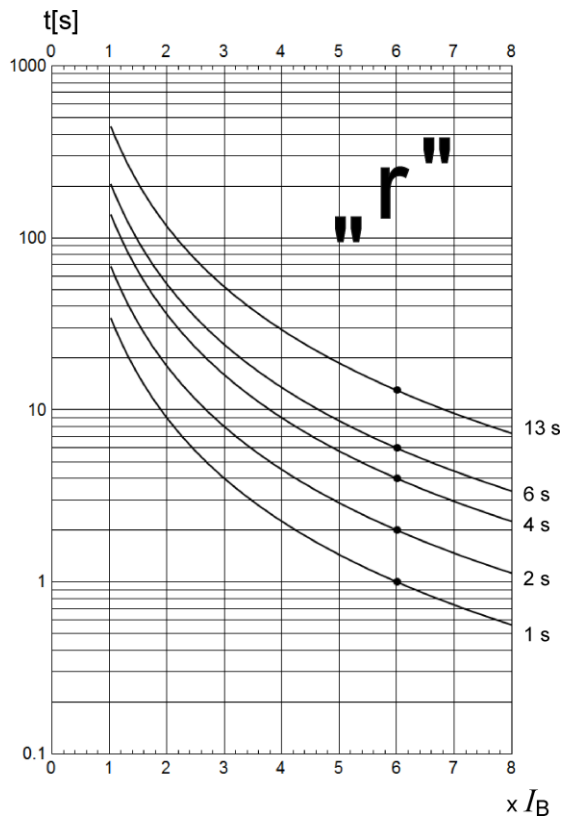

Rys. Nr 1. Zabezpieczenie Master 3001 – widok z przodu.
Opisane elementy zabezpieczeń przedstawione są na rys. Nr 1.
- wyjąć z obudowy panel przedni podważając go małym wkrętakiem w bocznym wycięciu (rys. Nr 1),